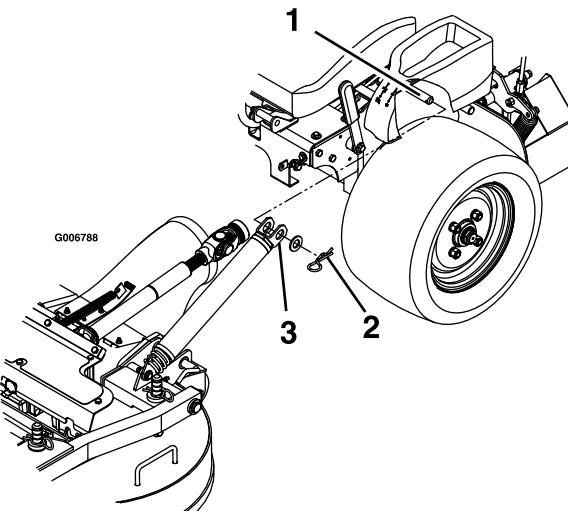

Figura 69
3. Retire las chavetas y las arandelas de la parte superior del muelle de elevación asistida en cada lado de la unidad (Figura 69).
8. Instale los muelles en las clavijas de anclaje situadas debajo de las consolas derecha e izquierda y sujetelos con una arandela y una chaveta (Figura 69).